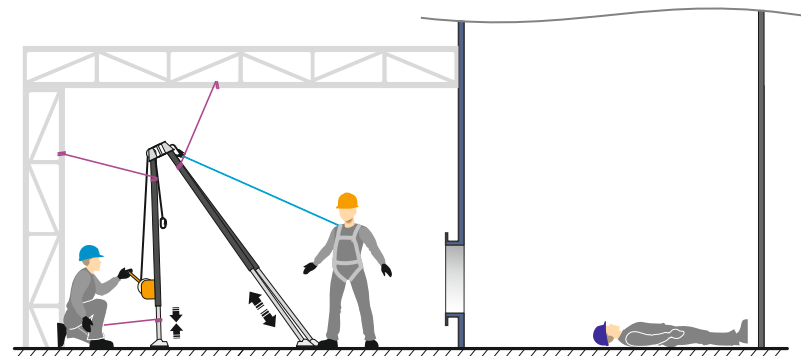

Рис. 12 Крепление треноги при помощи тросов.
4. Закрепите треногу при помощи тросов (рис. 12).
5. Отрегулировать опоры таким образом, чтобы опора, на которой планируется установка лебедки, была ниже остальных опор (рис. 12). Это необходимо для того, чтобы трос лебедки не перетирался о края бокового входа в ОЗП. Соединить опоры цепью, натянув её между ними и соединив звенья цепи при помощи карабина. В случае провисания цепи необходимо отрегулировать её натяжение.